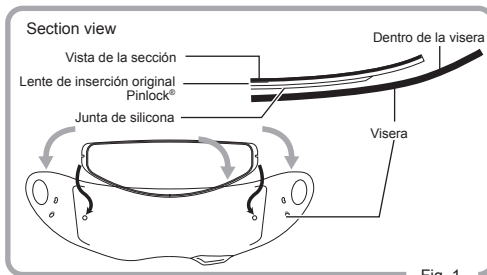

Fig. 1
1. Aplique el lado de la junta de silicona de la lente de inserción original Pinlock® en el interior de la visera sin despegar la película protectora de la lente. Al mismo tiempo, aplique la lente de inserción original Pinlock® en el interior de la visera encajándola en los pasadores excéntricos (Fig. 1 y 2).